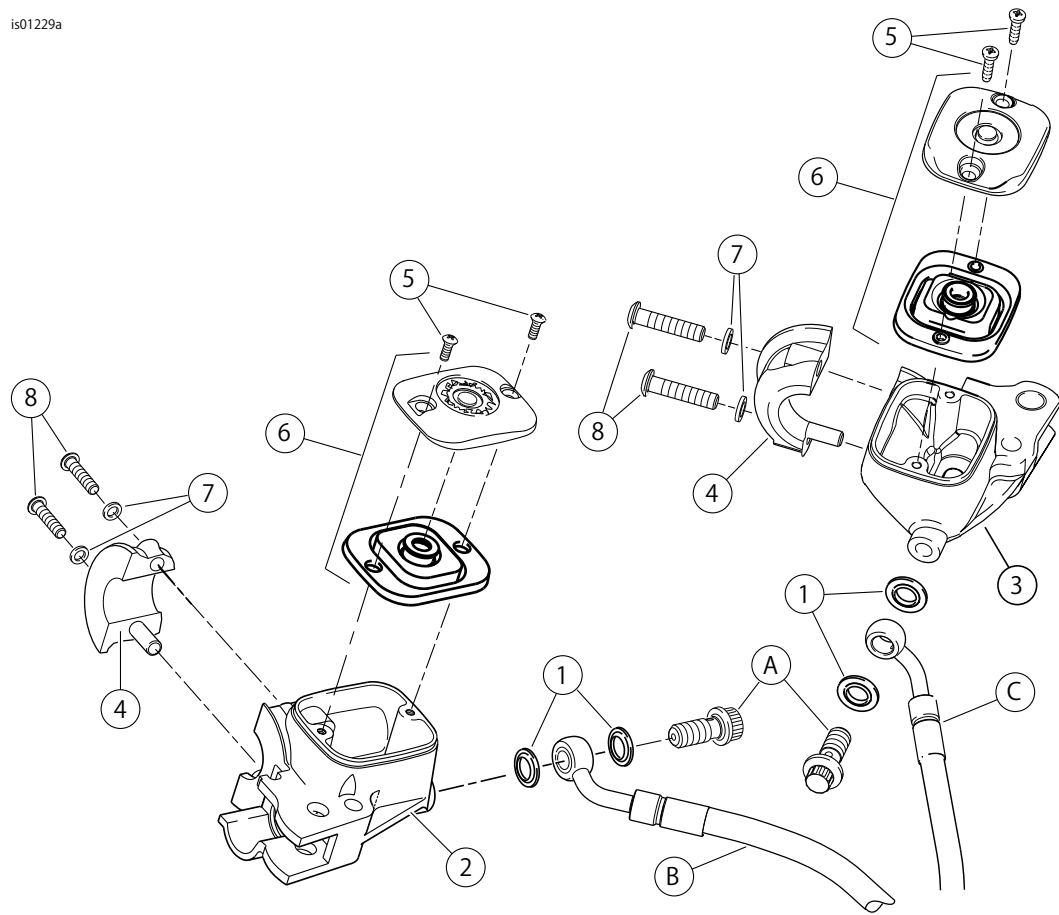

図11。交換用パーツ：Chrome Master Cylinder Reservoir Kit (クロームマスターシリンダーリザーバーキット)
1. 「図11」を参照してください。キットから新品のブレーキマスターシリンダー/リザーバー(2)ハウジングを取り出します。新しいマスターシリンダーハウジング、カバー、カバーガスケットを、変性アルコールまたはサービスマニュアルで指定しているグレードのブレーキフルードで洗浄します。必要に応じて交換します。ミネラルオイルまたはその他の溶液と混ぜないでください。清潔で糸屑のない布で拭いて乾かします。
6. 「図11」を参照してください。ハンドルパークランプ(4)の穴をマスターシリンダーアッセンブリーの穴に合わせ、スクリュー(8)と平ワッシャー(7)で取り付けます。ライダーの好みに合わせて位置を決めます。頂部のスクリューから始めて、スクリューを締め付けます。
8. 「図11」を参照してください。キットからバンジョーボルトと2本の新品のスチール/ラバーワッシャー(1)を取り出します。油圧ラインを、ラインの両面にあるバンジョーボルトとワッシャーを使って、マスターシリンダーアッセンブリーに取り付けます。バンジョーボルトを締め付けます。
「図11」および「表1」を参照してください。